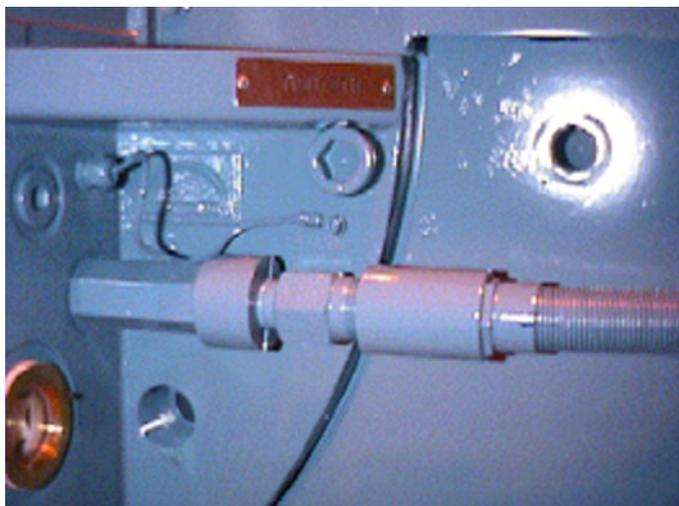

Рисунок 26 Кабель заземления подшипника приводного конца (D)
Оба конца вала не должны быть изолированы от корпуса, поскольку "плавающий" вал будет иметь неопределенный электрический потенциал относительно окружающих элементов оборудования и, поэтому, может оказаться причиной повреждений. Однако, для того, чтобы облегчить тестирование изоляции подшипника неприводного конца, подшипник приводного конца, как правило, также изолируется. Эта изоляция короткозамкнута кабелем заземления во время обычного рабочего режима; см. Рисунок 26 Кабель заземления подшипника приводного конца (D).